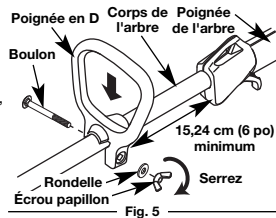

Fig. 5
1. Enfoncez la poignée en D sur le corps de l'arbre afin de l'incliner vers la prise de l'arbre (Fig. 5). Le trou de bouchon carré de la poignée se trouve à droite.